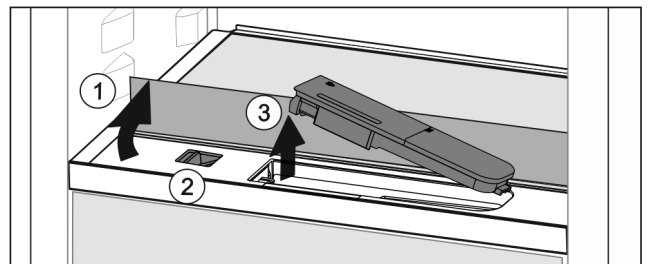

Fig. 119
- Nosta lasilevyä ja käännä se taaksepäin vasteeseen saakka Fig. 119 (1).
- Siirrä säädintä Fig. 119 (2) vasemmalle.
- Poista vesisäiliö Fig. 119 (3).